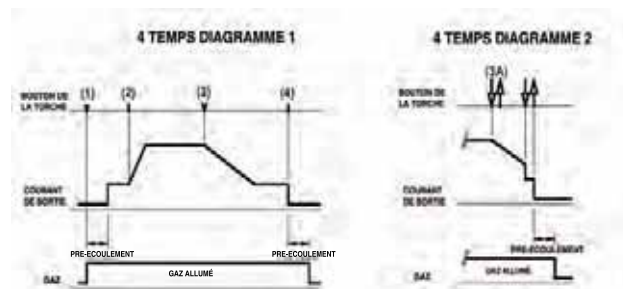

FIGURE B.6 – SÉQUENCE DE FONCTIONNEMENT EN 4 TEMPS
**Four Step** - Ce mode est conçu pour être utilisé avec un interrupteur de démarrage d'arc. Il ne fonctionne pas correctement en mode à distance lorsqu'une Amptrol à pédale ou manuelle est branchée. Pour le fonctionnement en quatre temps, lorsqu'on appuie sur l'interrupteur de démarrage d'arc, la machine fait débiter l'arc au niveau du courant de démarrage. Lorsqu'on relâche l'interrupteur, la machine accélère jusqu'au courant maximum pendant la période de croissance du courant. Lorsqu'on appuie à nouveau sur l'interrupteur de démarrage d'arc, la sortie décélère jusqu'au niveau du courant final pendant la période de décroissance du courant. Finalement, lorsqu'on relâche l'interrupteur de démarrage d'arc, l'arc disparaît. (Se reporter à la Figure B.6).